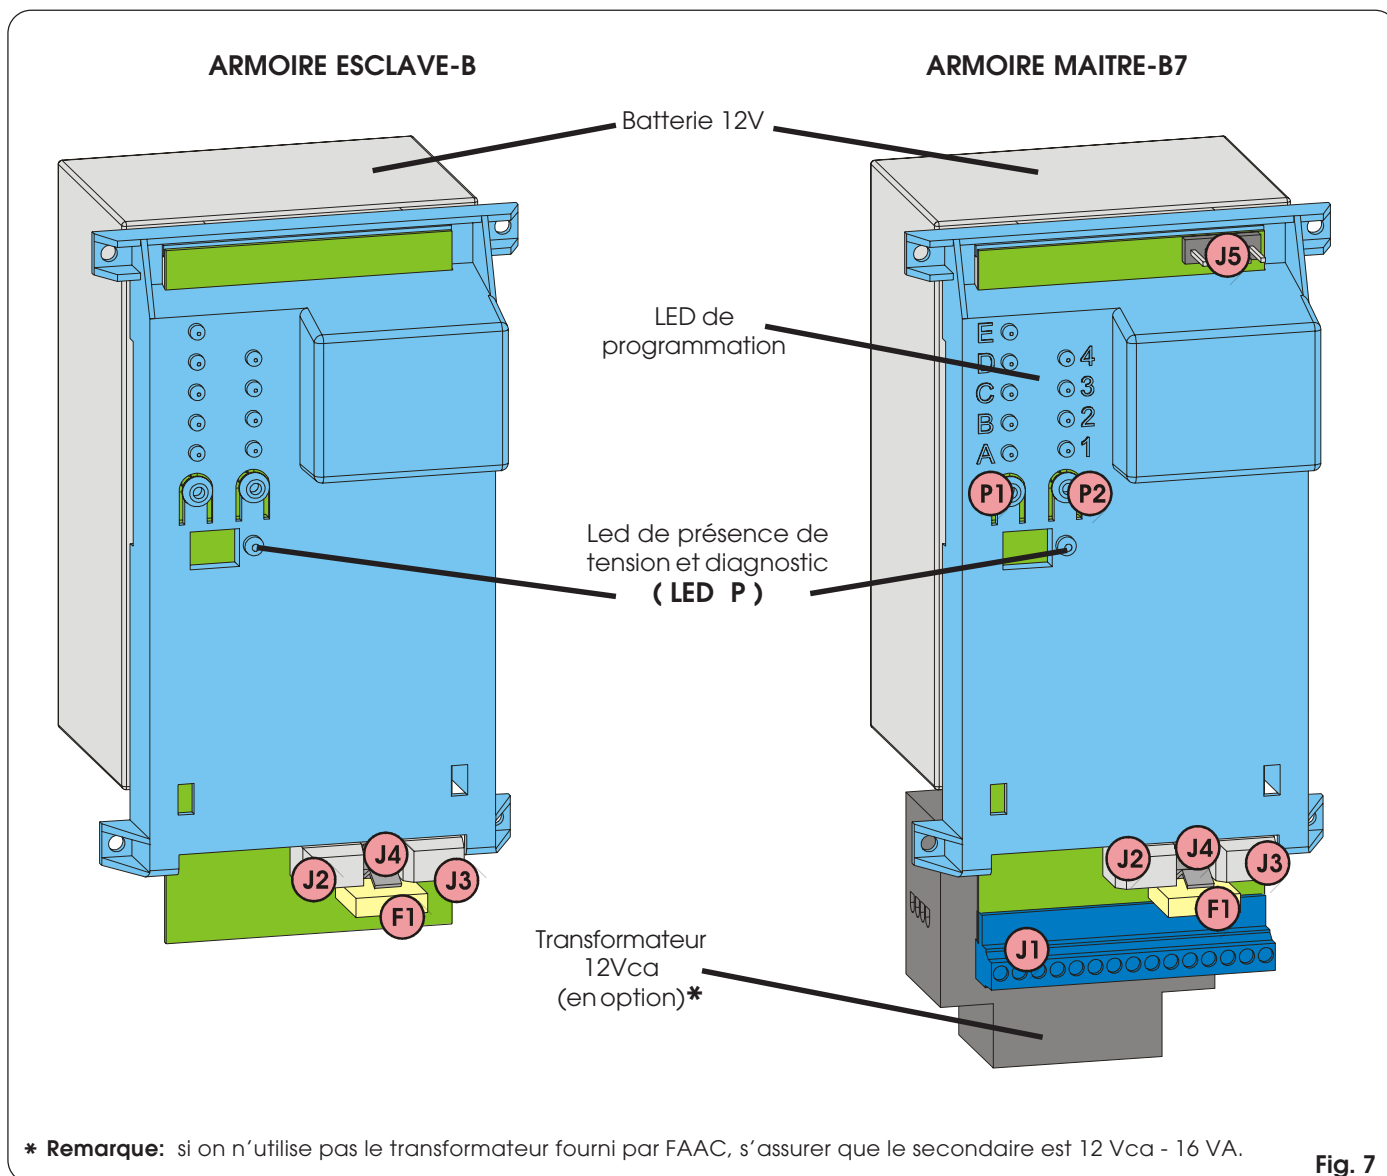
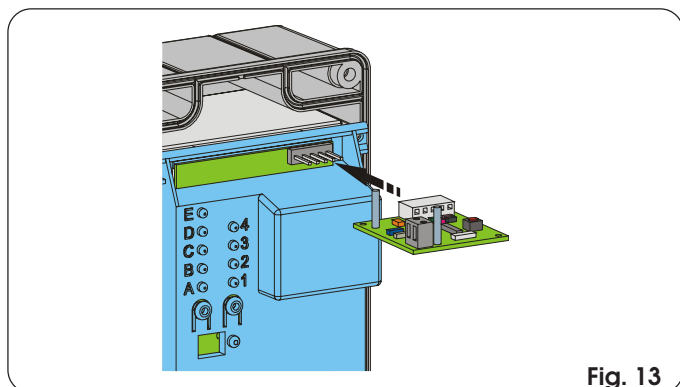

Fig. 7
Fig. 13
**REMARQUE:** Durant la charge des batteries la led P des platines MAITRE-B7/ESCLAVE-B7 (voir Fig. 7 et par. 12.2) peut passer de la lumière clignotante rapide (un clignotement toutes les 250 ms environ signifie que la batterie est déchargée) à la lumière allumée fixe (batterie chargée). Même si la led reste allumée fixe peu après le début de la charge, laisser les batteries connectées pendant tout le temps indiqué.
Introduire dans le connecteur plat J5 (Fig. 7) la platine de décodage MINIDEC ou RP avec les composants tournés vers le haut (la Fig. 13 illustre la connexion de la platine RP433DS). Pour la programmation des platines de décodage se reporter aux instructions correspondantes.